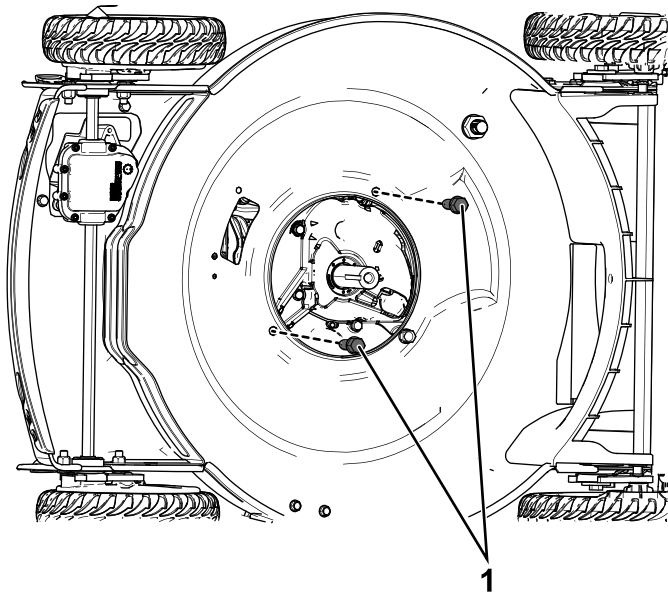

Bild 7
1. Setzen Sie die zwei Motorbefestigungsschrauben ( $\frac{3}{8}$ " x 1") ein und ziehen sie mit 45,2 N·m an (Bild 7).